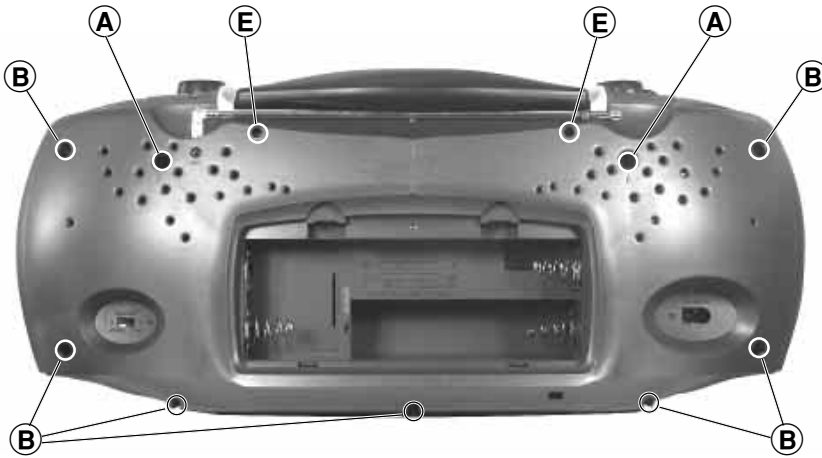

Fig. 1
- 2 Schrauben (A) (lang) und 7 Schrauben (B) (kurz) herausdrehen (Fig. 1).
- Undo 2 screws (A) (long) and 7 screws (B) (short) (Fig. 1).
3. Chassis ausbauen, (Fig. 1 und 4)
- 2 Schrauben (E) herausdrehen (Fig. 1).
3. Removing the Chassis, (Fig. 1 und 4)
- Undo 2 screws (E) (Fig. 1).